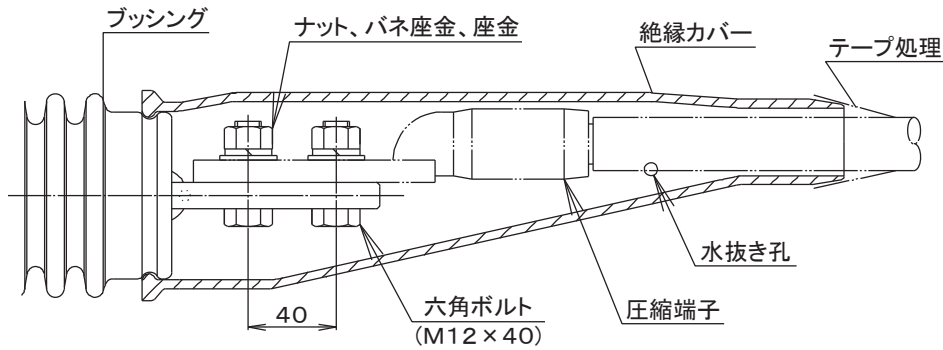

図9
- ②圧縮端子が接続できるスタッド方式で、孔数および寸法は図9のとおりです。六角ボルト・ナット・バネ座金・座金および端子カバーを付属しています。
- ③なお、圧縮端子6個はお客様でご用意ください。
- ④端子カバーは水抜き孔が下方となるように装着してください。